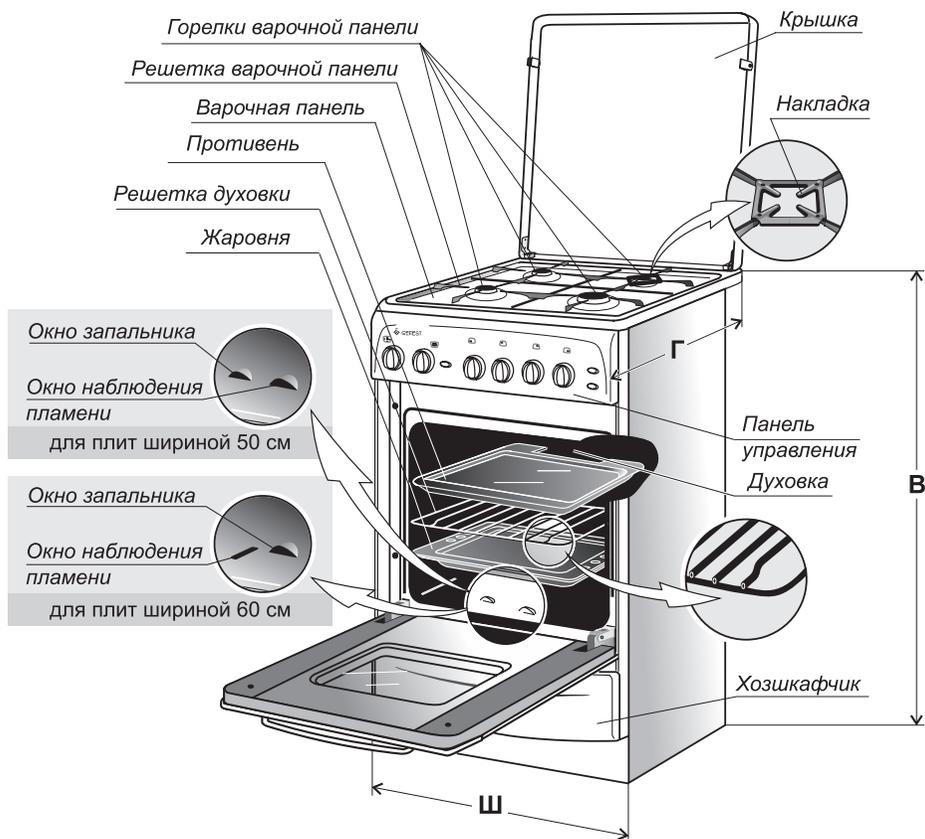

Рис. 1
- Размеры плиты, ШхГхВ, мм для плит мод. 3200 (кроме 3200-08; 3200-06, -08 К35, К36; 3200-06, -08 К85, К86; 3200-08 К88, К89) - 500x570x850 (см. рис. 1) для плит мод. 3200-08; 3200-06, -08 К35, К36; 3200-06, -08 К85, К86, 3200-08 К88, К89 - 500x530x850